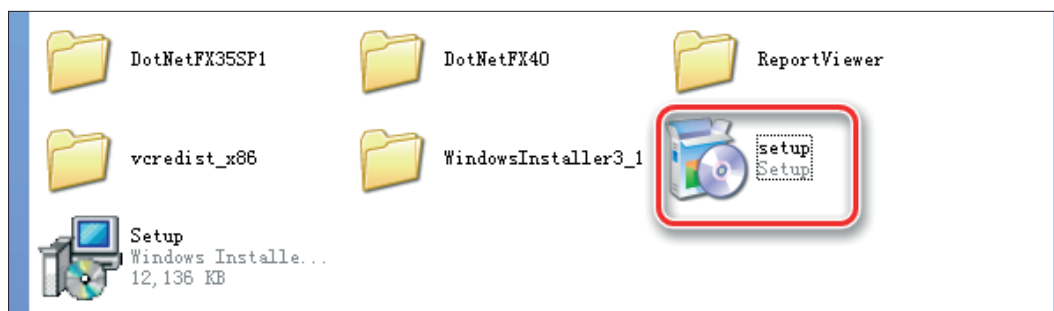

图 2-13
2. 使用一键安装方式进行安装，点击一键安装 exe 应用文件，如图 2-13 所示：